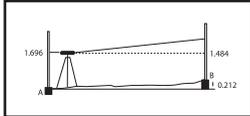

Fig.11
- Placez l'instrument à une distance d'environ 1 m de la mire de nivellement A (Fig. 11).